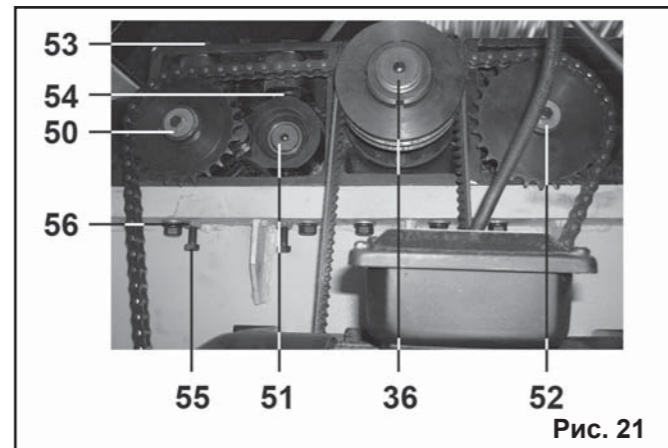
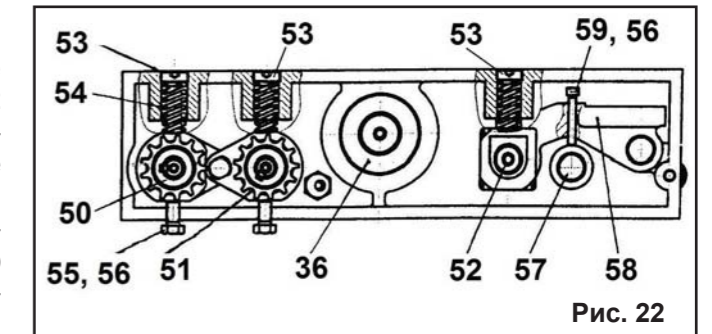

Рис. 21
Рис. 22
10.7. Регулировка прижатия заготовки и положения узлов подающего и приемных роликов (Рис. 21, 21а, 22)
10.7.1. Регулировки узлов подающего ролика (52) и приемных роликов (50, 51) произведены перед отгрузкой станка, но если при транспортировке они были нарушены, отрегулируйте их, как показано на Рис. 21 – 22. Поверните винт (53) против часовой стрелки, когда требуется увеличить силу прижатия ролика пружины (54). Поверните винт (53) по часовой стрел-
Рис. 21а
10.7.3. Отрегулируйте высоту узла подающего ролика (52) и узлов приемных роликов (50, 51). Эти регулировки выполнены на заводе-изготовителе перед отгрузкой, но после продолжительного использования ролики могут оказаться на разной высоте. В этом случае требуется регулировка высоты (Рис. 21, 21 а, 21 б, 22). Из твердой породы древесины изготовьте опорный брусок (68) в соответствии с эскизом, Рис.22 а (размеры для справок). Отрегулируйте высоту подающего (52) и приемных роликов (50, 51) по высоте опорного бруска (Рис. 22 а).
10.7.4. Отключите питание станка, установите опорный брусок (68) (Рис. 22 б) на столе (8) под ножом (37) рабочего вала (36). На верхнюю часть бруска (68) положите металлическую пластину (69) толщиной 1 мм, аккуратно поднимите рабочий стол (8) до касания с ножом (37) в самом крайнем нижнем положении (Рис 22 б). Снимите с опорного бруска пластину (69), установите опорный брусок под приемным роликом (50) или (51), не меняя высоту рабочего стола (8), отрегулируйте с обеих сторон высоту роликов до касания с бруском (68).
10.7.5. Ослабьте стопорные гайки (56), отрегулируйте высоту болтами (55) под узлами приемных роликов (50, 51) (Рис. 21). При повороте болта (55) по часовой стрелке поднимается узел приемного ролика (50, 51). При повороте болта (55) против часовой стрелки опускается узел приемного ролика (50, 51). Отрегулируйте высоту узлов приемных роликов (50, 51) с двух сторон с помощью опорного бруска (68). Высота приемных роликов (50, 52) будет на 1 мм ниже ножей (37) строгального вала (36). После регулировки зафиксируйте положение, затянув стопорные гайки (56). Уберите опорный брусок (68) (Рис. 22 б).
10.7.6. Подающий ролик (52) регулируется аналогично. Ослабьте стопорные гайки (56) узла подающего ролика (52) (Рис. 21а, 22), поверните с обеих сторон винты (59) узла подающего ролика (52). При повороте винта (59) против часовой стрелки узел подающего ролика (52) опускается вниз, а по часовой стрелке – поднимается вверх.
При опускании вниз подающий ролик (52) будет сильнее прижимать заготовку. Высота должна быть на 1 мм ниже строгального вала (36) (как показано на Рис. 22-23). После регулировки зафиксируйте положение, затянув стопорные гайки (56). Уберите опорный брусок (68) (Рис.22 б).
10.7.7. Для предварительной обработки заготовки, когда требуется глубина строгания 8 мм, отрегулируйте узел подающего ролика (52) винтами (59) (Рис. 22). Поверните винт (59) по часовой стрелке, отрегулируйте глубину строгания 8 мм.
Рис. 22а
Рис. 22б